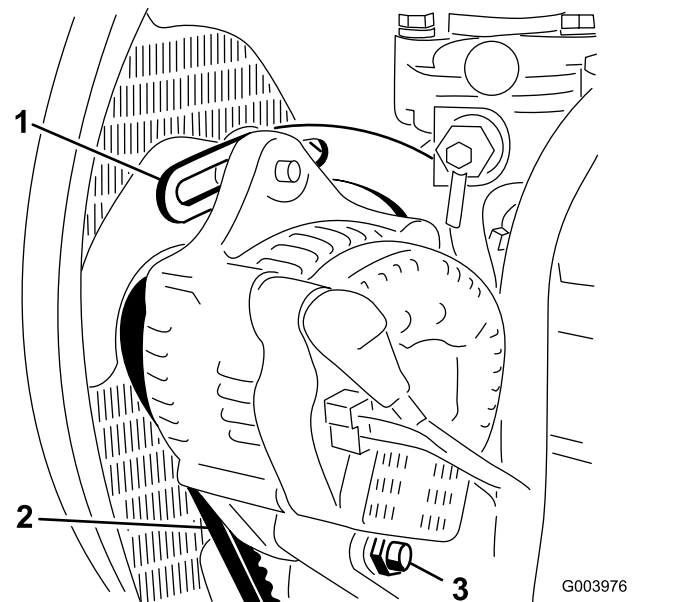

Bild 54
2. Prüfen Sie die Spannung des Lichtmaschinen-riemens, indem Sie eine Kraft von 10 kg in der Mitte zwischen der Lichtmaschine und den Riemenscheiben der Kurbelwelle ansetzen (Bild 54).
3. Lockern Sie die Schrauben, mit denen der Bügel am Motor befestigt ist sowie die Schraube, mit der die Lichtmaschine an der Strebe befestigt ist (Bild 54).